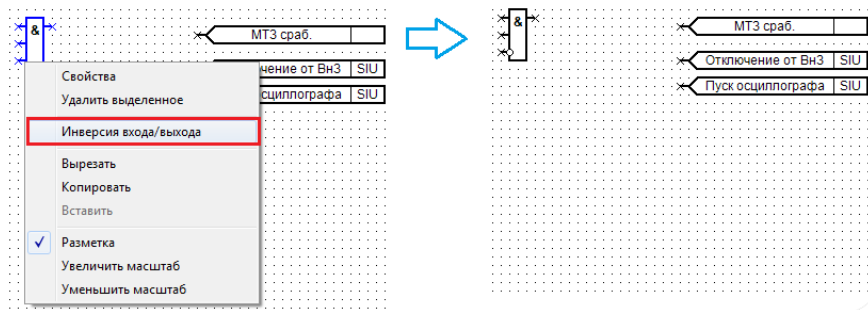

Рис. 19. Установка инверсии на логический элемент
17. Для правильно работы алгоритма необходимо инвертировать вход логического элемента «3И». Для этого навести курсор мыши на вход, к которому будет присоединен вход «[Я10] Блок. МТЗ», и нажать правую кнопку мыши (далее ПКМ), при этом появится контекстное меню, в котором нужно выбрать «Инверсия входа/выхода» (рис. 19).